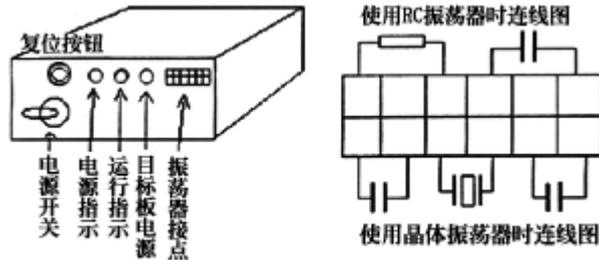

图1-2 仿真器的外形及说明
---为了适应不同的振荡器种类，仿真器备有一个6*2的接插座。当使用RC振荡器时，除了设定仿真程序的选户外，在振荡器的接脚电阻和电容。相对的，当使用晶体(CRYSTAL)振荡器时，除了设定仿真程序的选项外，在相应的接脚也必须插入适当的电容和晶体。详细接脚参照图1-2所示。必须插入所需的运行仿真程序时，系统先检测仿真器所在的打印口，并对仿真器进行自检。自检正确，出现仿真环境。如果不能正确进入仿真环境，用应仔细检测打印电缆的连接，仿真器的电源，是否正确插上振荡器。用户的仿真环境设置参数相应地保留在NICE456.INI或NICE447.INI文件中。